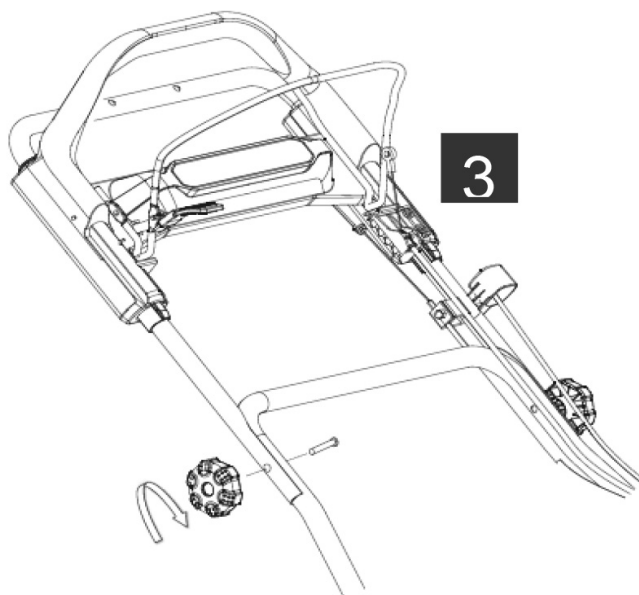

Рис. 6
- Поднимите верхнюю часть рукояток и зафиксируйте ее с помощью болтов с фигурной гайкой (Рис. 6. Положение 3). Убедитесь, что нижняя и верхняя части рукояток надежно соединены.